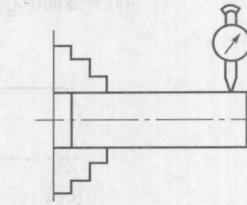

图 1-7 用百分表找正工件
1) 用卡盘夹住工件，将磁性表座吸在车床固定不动的表面（如导轨面）上，调整表架位置使百分表触头垂直指向工件悬伸端外圆柱表面，如图 1-7 所示。使百分表触头预先压下 0.5~1mm。